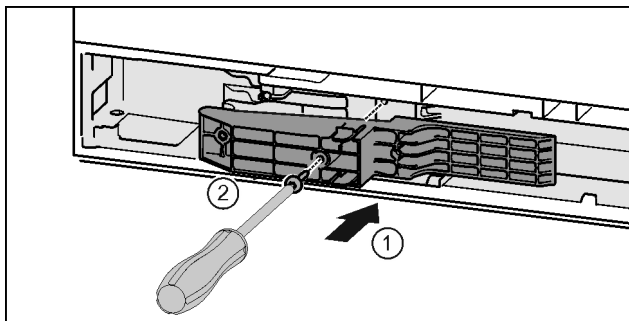

Fig. 43 *
- ▶ Inserire l'adattatore sul lato impugnatura nell'incavo. Fig. 43 (1)*
- ▶ Serrare le viti con il cacciavite T15. Fig. 43 (2)*